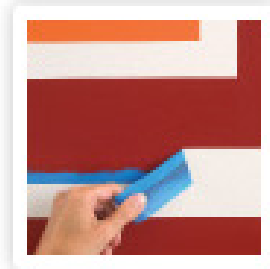

Fig. 5
- DESMONTAJE - Velocidad y ángulo:** Retire la cinta en un ángulo de 45 grados (ver Fig. 5) ya una velocidad moderada (aproximadamente 1 pulgada lineal por segundo). Simplemente tire de la cinta. Si el adhesivo se adhiere a la superficie, intente un ángulo de 90 grados. Si la pintura está tirando hacia arriba con la cinta, trate de cortar el borde de la cinta con una hoja de afeitar sin forzarla.